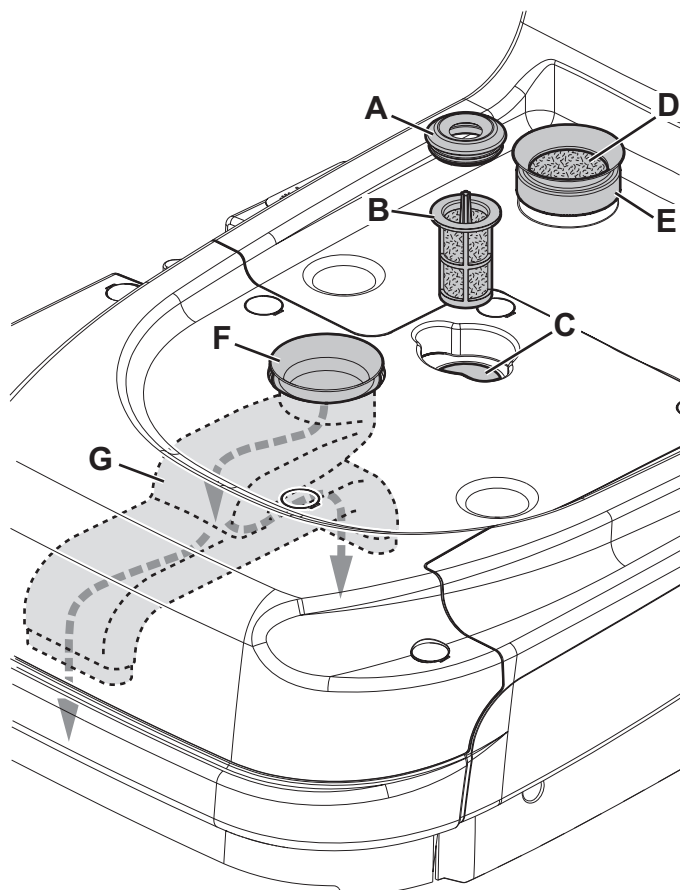

Рис. 12
1. С помощью ручки (15) снимите контейнер с бачками (13) с корпуса машины.
2. Снимите резиновую прокладку (А, Рис. 12), затем снимите сетчатый фильтр (В).
4. Снимите воздушный фильтр (D) и очистите его.
5. Установите обратно фильтр в паз прокладки (E).